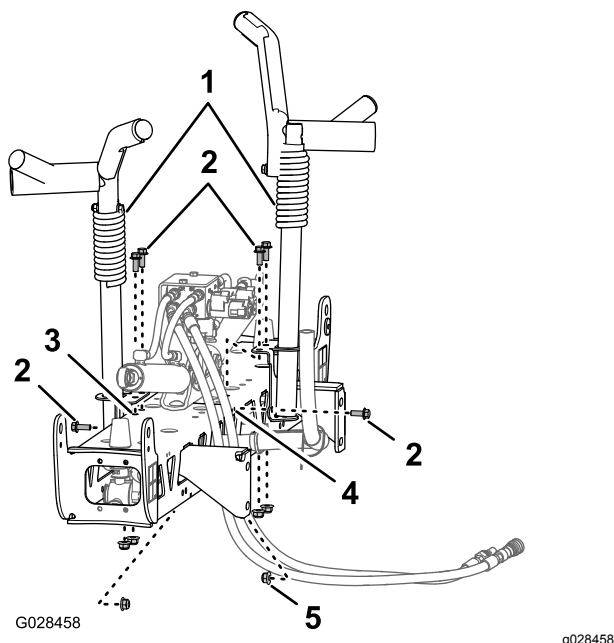
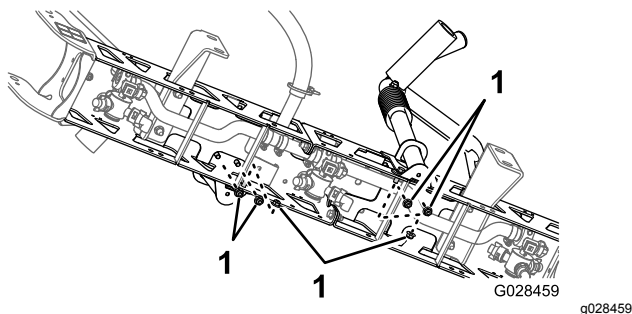

Figura 37
Figura 38
2. Alinhe as cavidades de transporte da rampa com a secção da rampa central (Figura 37).
- Monte as cavidades na secção da rampa (Figura 37 e Figura 38) com seis parafusos (3/8 pol. x 1 pol.) e seis porcas de bloqueio flangeadas (3/8 pol.).